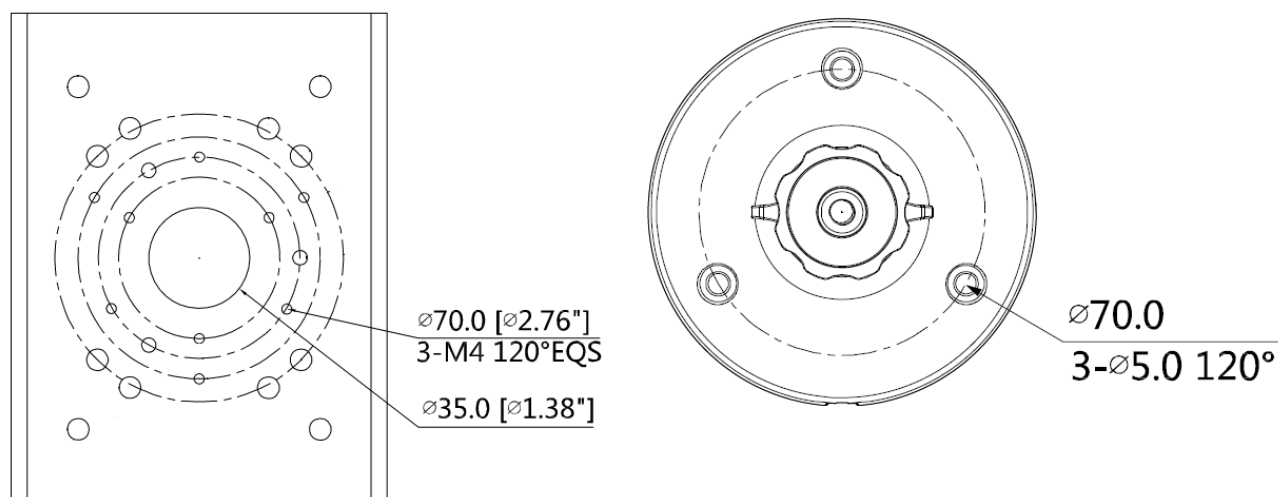

Рисунок 5.9 –Определение точек крепления кронштейна на установочной поверхности
1. Совместите монтажное основание кронштейна BR-101 с установочной поверхностью кронштейна BR-103 (Рисунок 5.9). Используя крепежные элементы из комплекта поставки кронштейна BR-101, закрепите его на установочную поверхность.